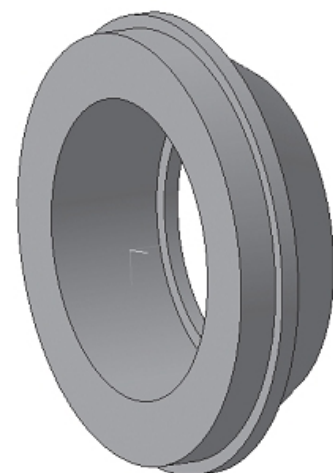

Рис. 7.6. Ступиця.
– на Інструментальній панелі Вид виберіть команду **Напівтонове, Напівтонове з каркасом** (рис. 7.6);